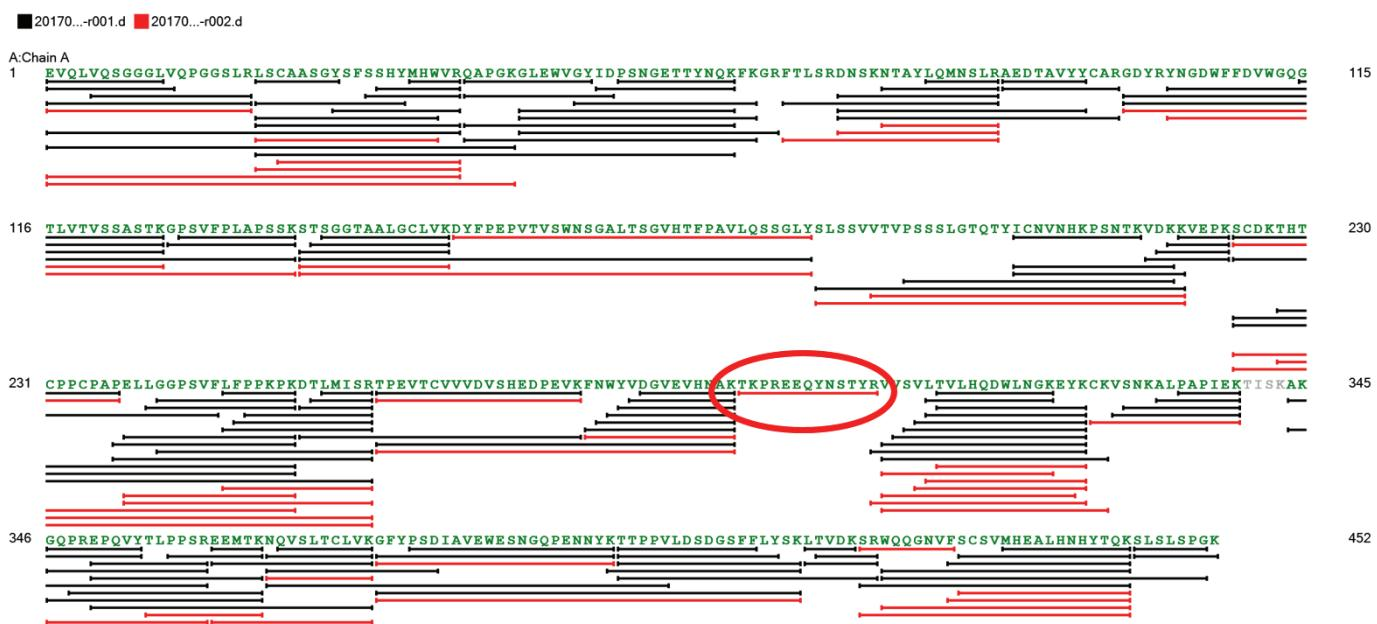

図 12. 複数の反復 MS/MS データファイルがロードされた配列カバーマップ
複数のデータファイル、例えば異なる酵素消化物または反復 MS/MS 分析からのデータファイルを同時に検査することができます。図 12 は、ロードされた 2 つのデータファイルを用いて、CHO 細胞培養のヒト IgG1 mAb の重鎖 (HC) を配列カバーマップで示しています。最初の採取（黒色）で 96.5 % の配列が確認され、2 つめの反復 MS/MS でさらに詳細に解析されて、A(294-306) で追加のペプチドが発見され、配列確認が 99.1 % に高まりました。